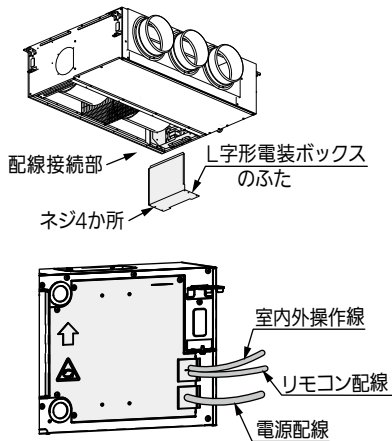

図15
- 吸込み側内部よりL字形電装ボックスのふたをはずしてください。(ネジ4か所)(図15)